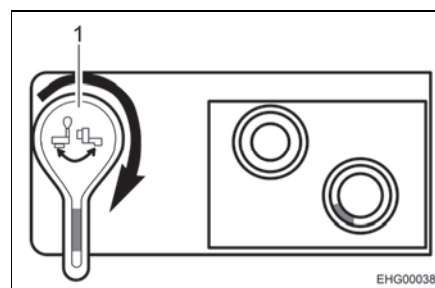

Bild 64 Avtappningsventil, öppen
- Öppna avtappningskranen. Vrid avtappningsventilens spak medurs med 90° (se Bild 64,1).